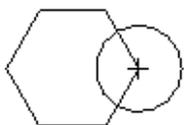

图 2.7.4 绘制的图形组
Step 1 在零件模块的拉伸草绘环境中绘制图 2.7.4 所示的图形组。